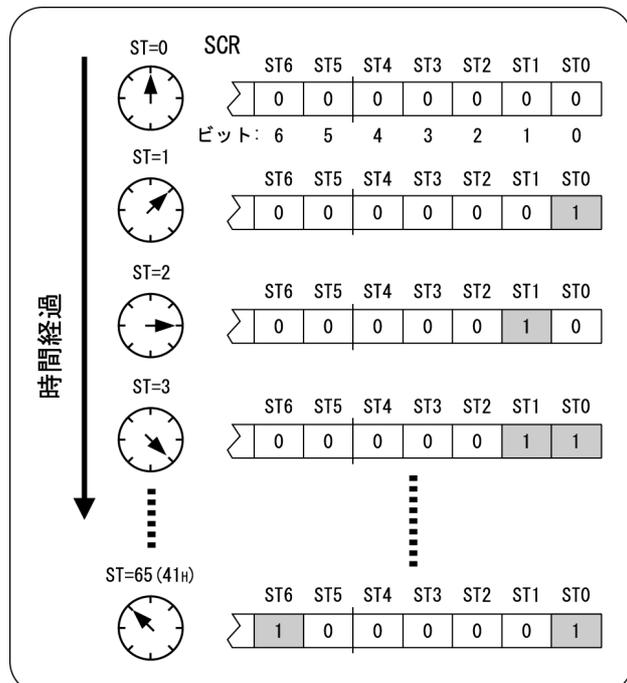

図4.4 SCRのビット0～6が示すステーションタイム
SCRのビット0～6 (ST0～6) の値が、ステーションタイム (ST) を示しています (図4.4 参照)。MKY40は、予め所定のレジスタへステーションタイム値を設定しておくことにより、SCRのビット0～6 (ST0～6) の値が設定値と一致した時に、割込みトリガを出力することができます。これを“アラーム”と呼びます。詳細については、“4.5 割込みトリガ発生機能”を参照してください。